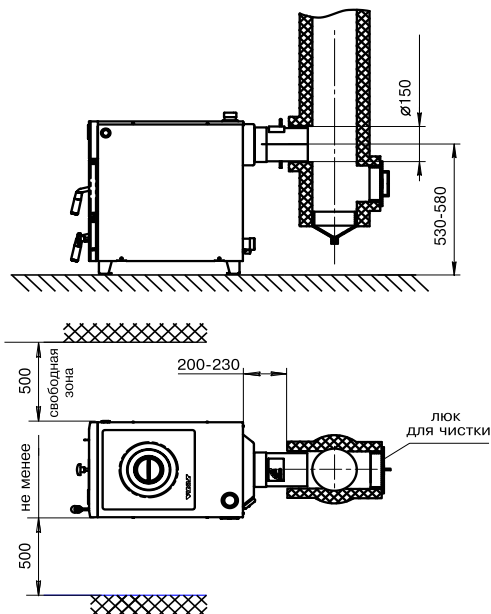

Рис.2 Схема установки аппарата
6.1.2. Перед установкой аппарата на стоевые конструкции здания под аппаратом и перед его фронтом на 500мм необходима прокладка стальных листов толщиной 0,6 - 1,0 мм по асбестовому или базальтовому картону, толщиной 3-5мм. Схема установки аппарата показана на рис. 2.